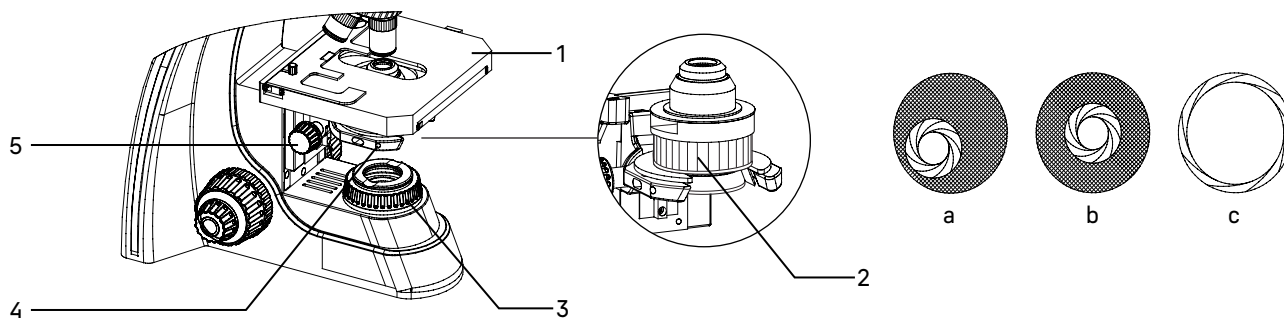

Рис. 11. Центрировка конденсора
- Наблюдая в окуляры, прикройте полевую и апертурную диафрагму, так чтобы была освещена только центральная часть поля зрения – рис. 11а.
- Приведите изображение в центр поля зрения окуляра с помощью центрировочных винтов конденсора **4** – рис. 11б.
- Раскройте полевую диафрагму **3** немного больше, чем размер поля зрения – рис. 11с. Может потребоваться дополнительная центрировка.